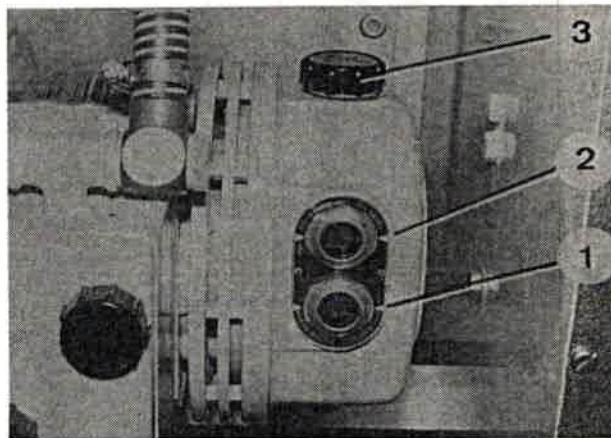

Bild 102
1. Ölstand prüfen; er muß sich zwischen der Min.- (Bild 102/1) und Max.-Markierung (Bild 102/2) der Schaugläser befinden.
2. Zum Ergänzen des Öls Öleinfüllknopf (Bild 102/3) herausschrauben und Öl bis zur Max.-Markierung nachfüllen (Schmierstoff siehe Abschnitt 1.2). Öleinfüllknopf wieder einschrauben.